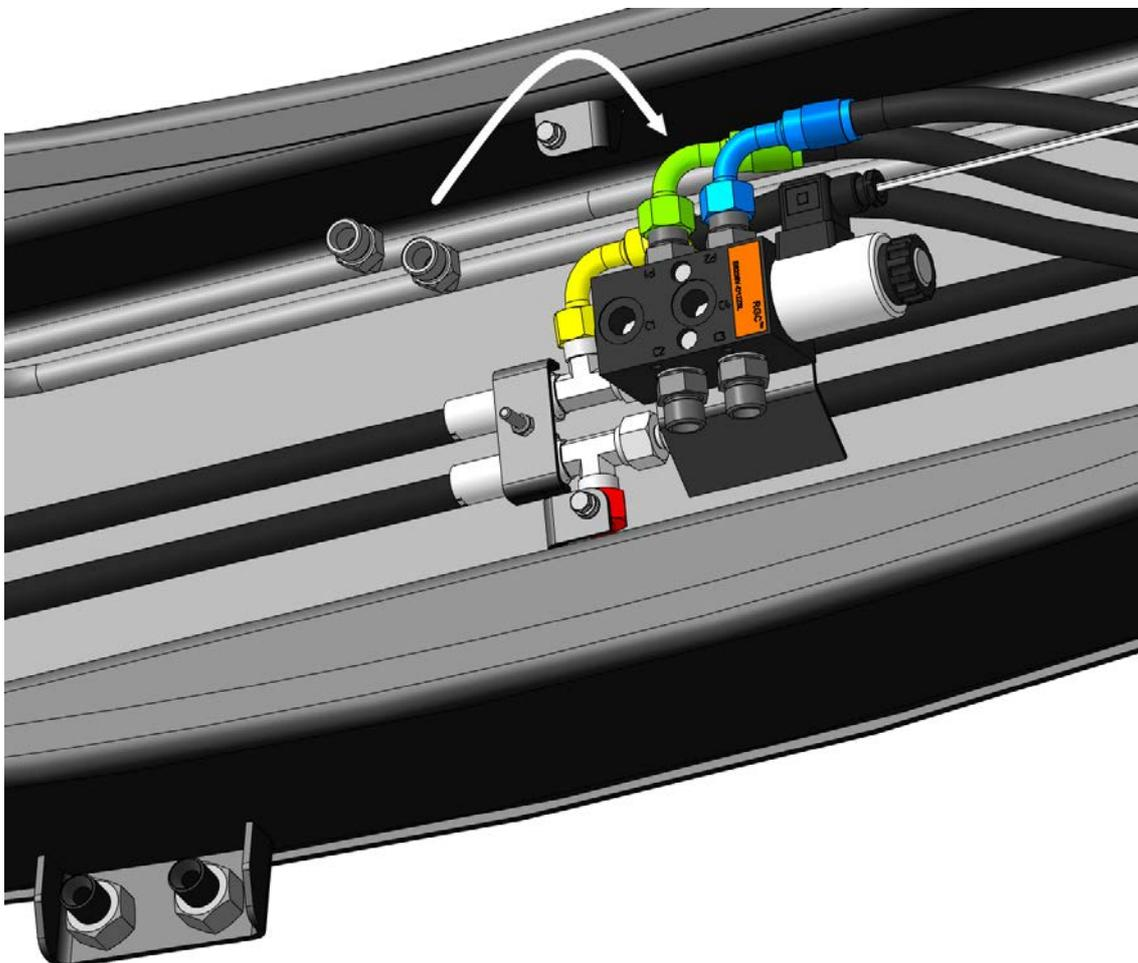

Рис. 2.9
2.2.3.3 Отсоединить РВД синей и зеленой линии, идущие от кронштейна БРС, от гидравлических трубопроводов, расположенных в поперечной балке стрелы. Отсоединенные РВД синей и зеленой линии необходимо навинтить на адаптеры, установленные ранее на дивертор. РВД зеленой линии подключают к порту P1, а РВД синей линии – P2 (рис. 2.9).